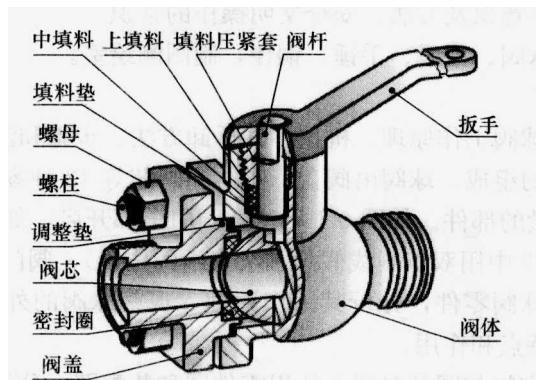
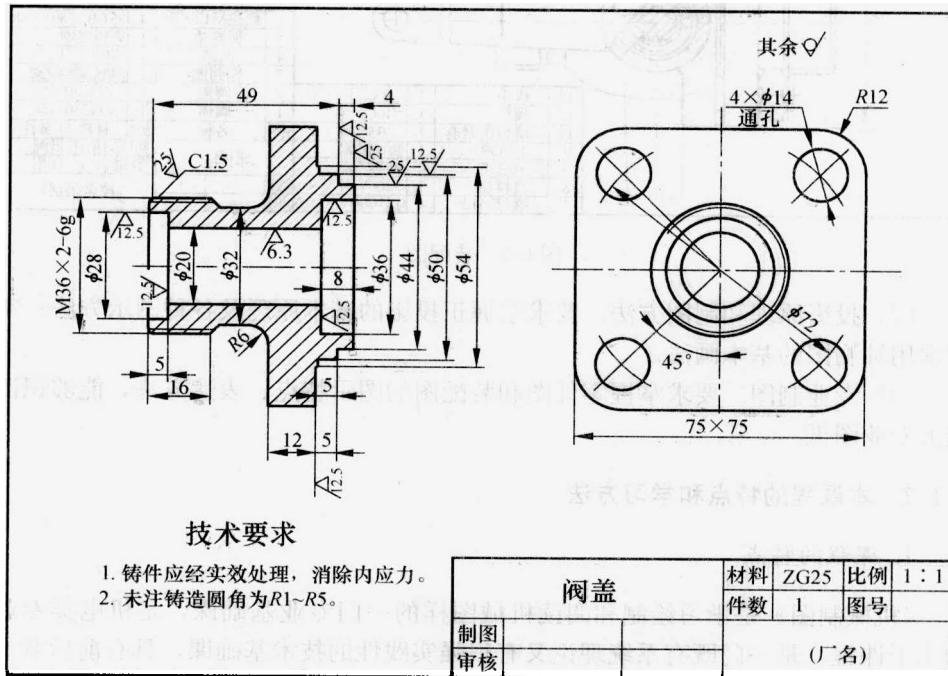
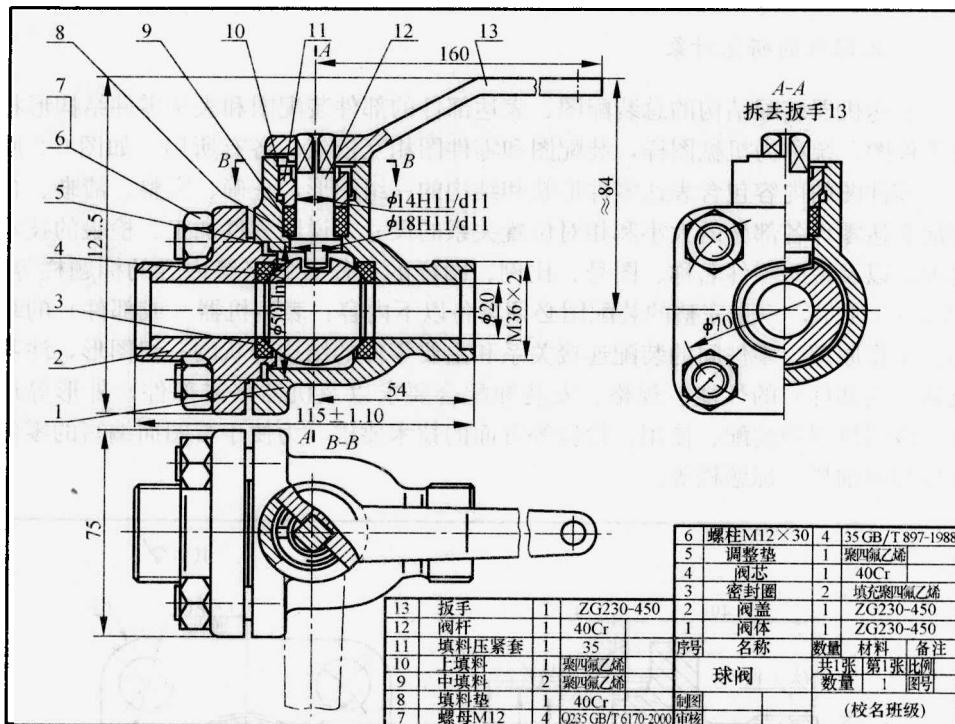

图 0-1 球阀轴测图
图 0-2 零件图
图 0-3 装配图
2. 了解球阀的组成。球阀由阀盖、阀体和阀芯等 13 种零件组成，阀芯是用来启闭和调节流量的部件。如图 0-1 所示，阀门全部开启，如将扳手按顺时针方向旋转 90°（图 0-3 中用双点画线假想画法表示的位置），阀门全部关闭。
在机械制造业中，零件是组成机器或部件的基本单元，每一台机器或部件都是由若干零件按一定的装配关系和技术要求装配起来的，如图 0-1 所示。要生产出合格的机器或部件，必须先按图样制造出合格的零件，再按图样装配成机器；产品通过图样来进行生产管理、维护和维修。所以机械图样是生产中不可缺少的重要技术文件和生产施工依据，是表达设计意图、交流技术思想与指导生产不可缺少的工具，是每个工程技术人员都必须掌握的“工程技术语言”。
表达机器装配结构的总装配图、表达部件的部件装配图和表达零件结构形状的零件图，统称为机械图样，装配图和零件图相互依赖、各有所用。如图 0-2 所示，零件图的内容包含表达零件形状和结构的一组图形，正确、完整、清晰、合理地表达零件各部分的大小和相对位置关系的尺寸，说明零件加工、检验的技术要求，以及说明零件名称、图号、比例、图样的责任者签名等内容的标题栏等。如图 0-3 所示，一张完整的装配图必须具备以下内容：表达机器（或部件）的结构、工作原理、零件间的装配连接关系和主要零件的结构形状的一组图形，注明机器（或部件）的性能、规格、安装和配合要求以及机器（或部件）外形等尺寸，说明机器的装配、使用、检验等方面的技术要求，为便于看图而编写的零件序号和明细栏，标题栏等。